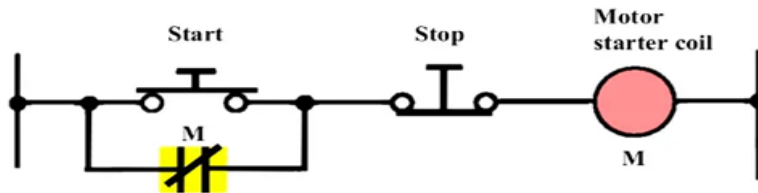

Figure 3.2: Relay Logic of Seal in circuit (Start Button Pressed)
- f. Figure 3.2 मध्ये दाखवल्याप्रमाणे, स्टार्ट पुश बटण दाबल्यावर मोटर स्टार्टर कॉइल सक्रिय होते आणि सील-इन संपर्क (M) देखील (NO कॉन्टॅक्ट NC) सक्रिय होतो, ज्यामुळे मोटर सतत सुरू राहते
- बार () दर्शवण्यासाठी नॉर्मली क्लोज्ड (NC) संपर्क वापरा.